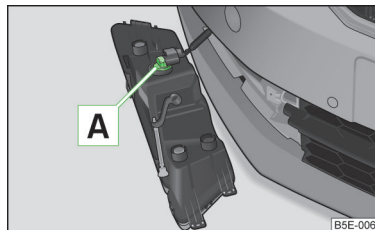

Fig. 217
- Rotiți soclul becului **A** » fig. 217, până la limită, în sens antiorar și extrageți-l.